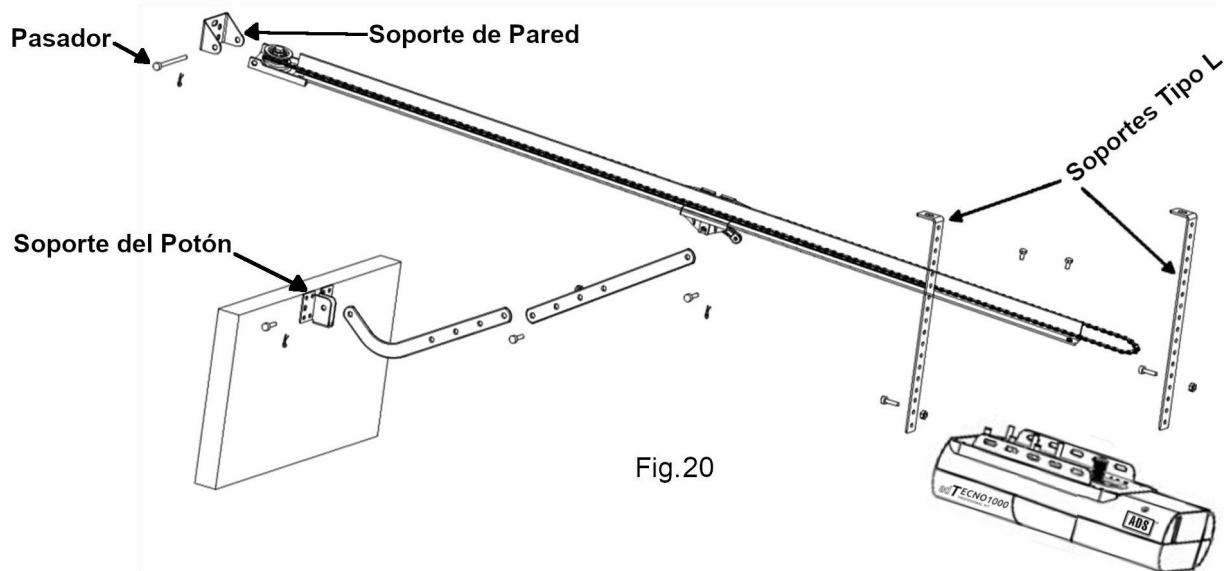
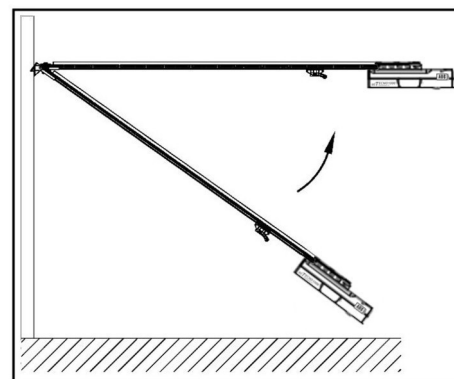

Fig.20
Fig.21
1. Ensamble el Abrepuertas de Garage al Riel "T" de acero tal y como se indica.(Fig. 20)
2. Coloque el Abrepuertas de Garage ensamblado con el Riel de Acero centrado sobre el Piso del Garage, con el Abrepuertas de Garage alejado del Portón. Levante la parte Delantera del Riel hasta el Soporte de la Pared (Fig.20) y Fijelo con el Pasador del Soporte de Pared. (Fig.21)
3. Levante y Apoye el Abrepuertas de Garage con una Escalera, Alinee el Riel con la Línea Central marcada en el Portón, el Riel debe quedar a nivel (Fig.21). Fije el Abrepuertas de Garage y el Riel al Techo mediante los Soportes Tipo "L". (Fig.21)